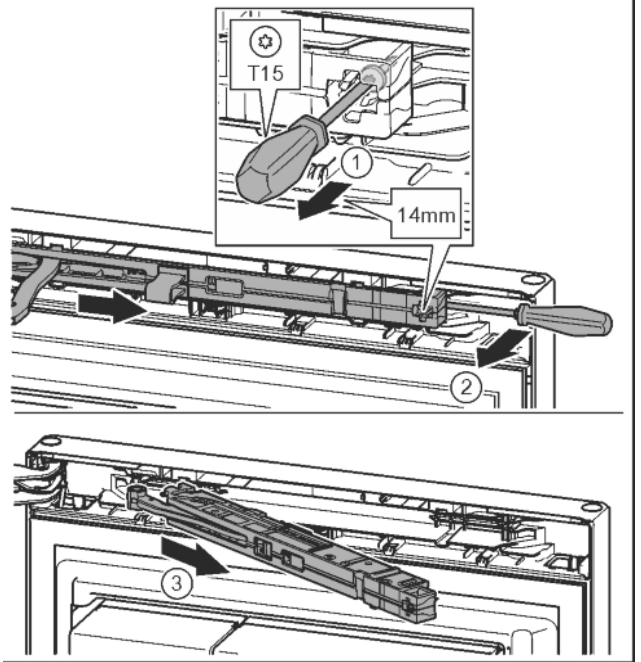

Fig. 11
- Schraube an Schließdämpfereinheit mit Schraubendreher T15 ca. 14 mm lösen. *Fig. 11 (1)*
- Mit einem Schraubendreher griffseitig hinter die Schließdämpfereinheit fahren und nach vorne drehen. *Fig. 11 (2)*
- Schließdämpfereinheit herausziehen. *Fig. 11 (3)*